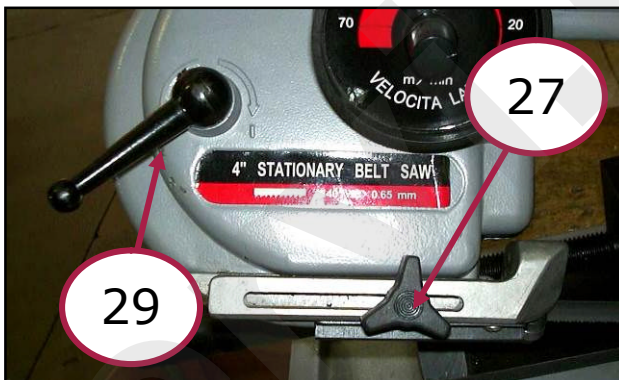
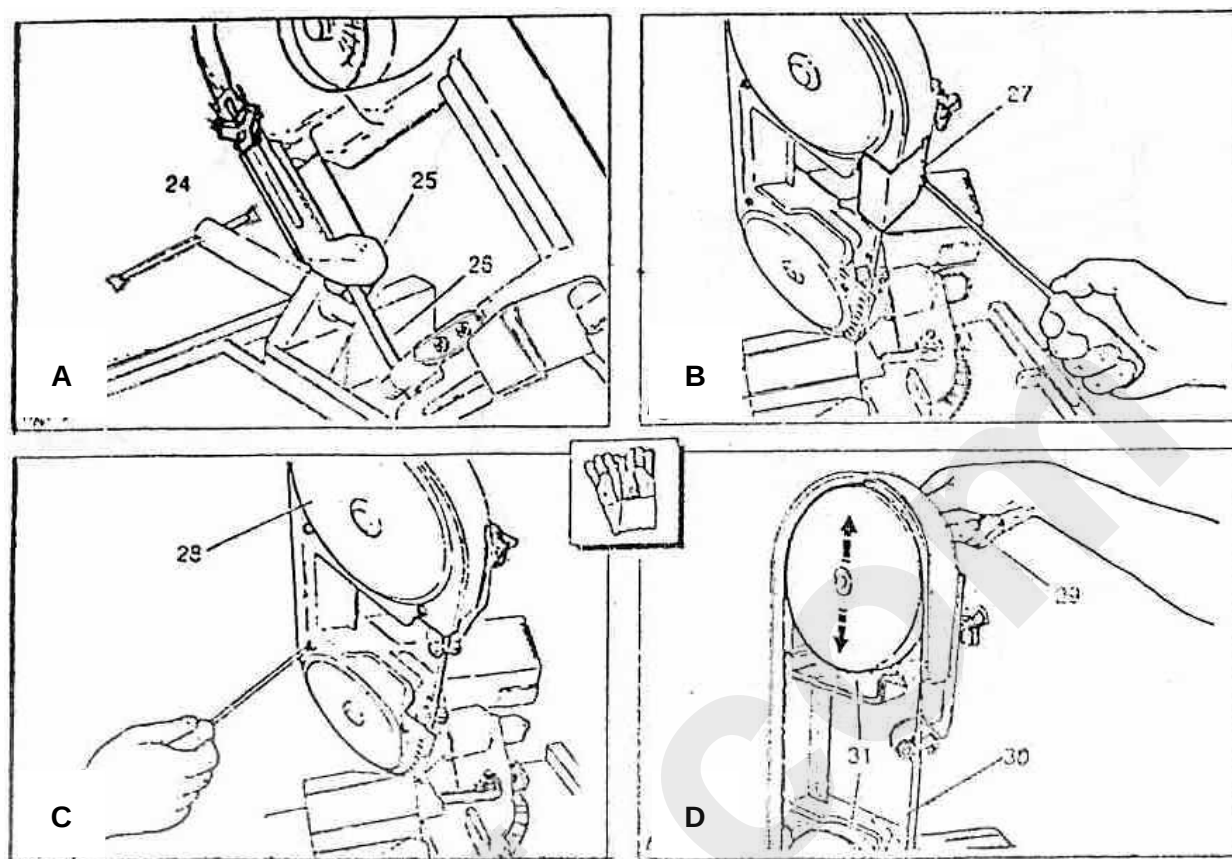

Figura 16 – A: Guida lama e leva tendi lama, B: Carter posteriore.
Figura 17 - Sostituzione della lama a nastro.
1. Utilizzando il pomello (vedere rif.27 in Figura 16 e Figura 17/B), svitare la vite di fissaggio della piastrina angolare del guidalama mobile, dopodiché rimuoverlo.
2. Utilizzando un cacciavite, svitare le viti di fissaggio del carter di protezione posteriore (vedere la Figura 16 ed il rif.28 in Figura 17/C) e smontarlo.
3. Ruotare la leva tendi lama (vedere rif.29 in Figura 16 e Figura 17/D) verso la posizione " - " per rilasciare la tensione della lama.
4. Estrarre la lama della sega (rif.30 Figura 17/D).
5. Inserire la nuova lama nella sega, prestando attenzione al senso di taglio e ponendola prima fra i rulli guida lama e poi fra le pulegge in gomma (rif.31 Figura 17/D).
6. Ruotare nuovamente la leva tendi lama (vedere rif.29 in Figura 16 e Figura 17/D) verso la posizione " + " per porre in tensione la lama. Portando la leva a fine corsa, la lama si porterà automaticamente nella posizione di taglio ai primi giri del motore.
7. Rimontare il carter (vedere la Figura 16 ed il rif.28 in Figura 17/C) e la piastrina angolare del guida lama mobile (vedere rif.27 in Figura 16 e Figura 17/B).